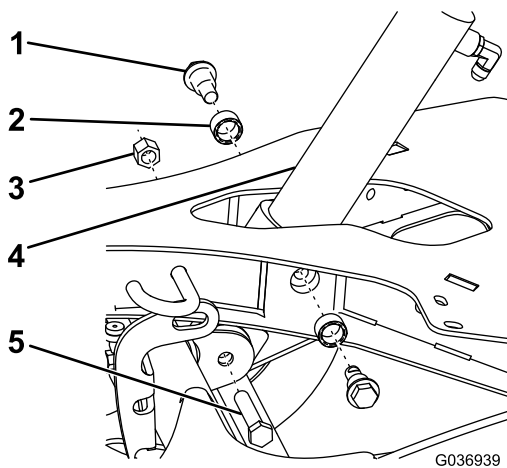

Figure 8
1. Fixez le vérin hydraulique au cadre en A à l'aide de 2 boulons à épaulement (1/2 po) et bagues (Figure 8), et serrez les boulons à 77 N·m (57 pi-lb).
2. Fixez la tige du vérin hydraulique au cadre de la machine à l'aide d'un boulon à tête hexagonale (1/2 po) et d'un contre-écrou en nylon (1/2 po), comme montré à la Figure 8.